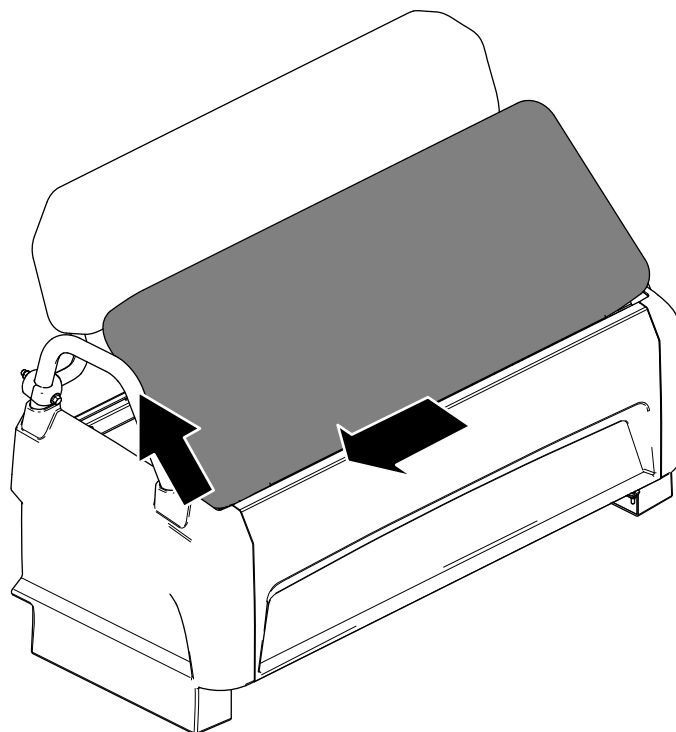

Figura 24
2. Deslize a almofada para o lado, afastando dos pinos, e levante a almofada para cima (Figura 24).